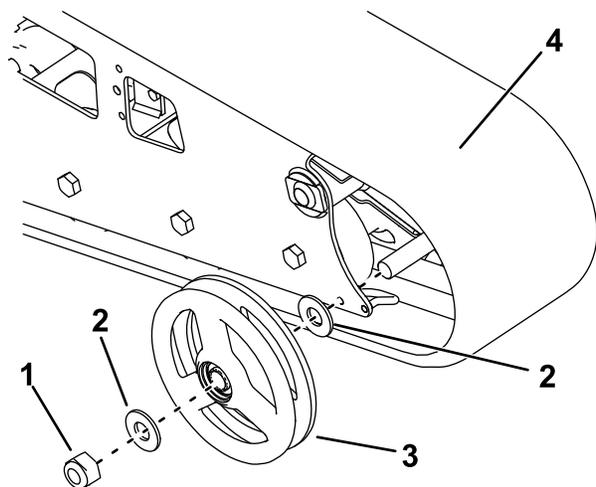

Рисунок 60
- Отверните гайку, которая крепит внешнее колесо переднего катка, и снимите колесо (Рисунок 60).
- Снимите гусеницу (Рисунок 60).
- Снимите две большие шайбы с внешних катков, по одной с каждой стороны катка (Рисунок 60).
- Установите новую гусеницу (Рисунок 60).
- Установите внешнее колесо переднего катка и закрепите его снятой ранее гайкой (Рисунок 60).